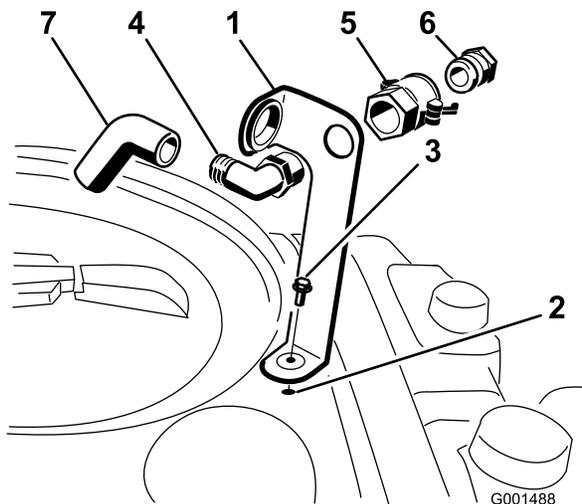

図 3
ボルト (5/16 x 3/4 インチ) で固定する (図 3)。
2. 90度エルボのネジ切りしている側をブラケットに通し、クイック・カップラでブラケットに固定する (図 3)。
3. クイック・カップラにホース・アダプタを取り付ける (図 3)。
4. カップラについているレバーをアダプタ側に倒してロックし、ヘアピンコッターで固定する (図 3)。
5. ブラケットの大きいほうの開口部に逆流防止ホースを通してから、そのホースを90度エルボに取り付ける (図 3)。